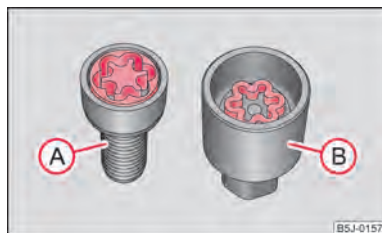

Fig. 145 Figura: Tornillo de seguridad para ruedas con adaptador
- Introduzca el adaptador (B) con el lado dentado en el dentado interior de la cabeza del tornillo de seguridad de la rueda (A) → fig. 145.
- Calar la llave de rueda hasta el tope en el adaptador (B).